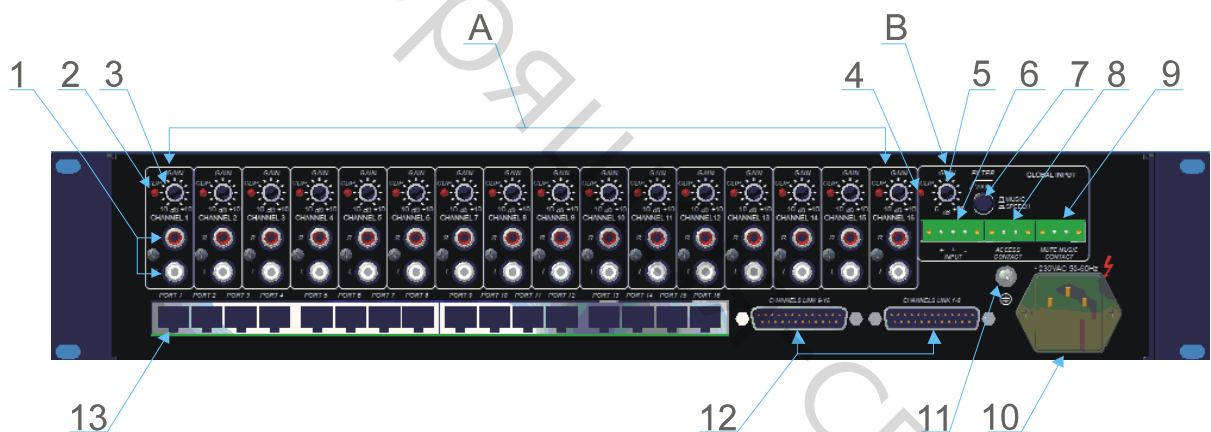

Рисунок 1
1.3.1.3 Задняя панель блока CU 1616 изображена на рис. 1.